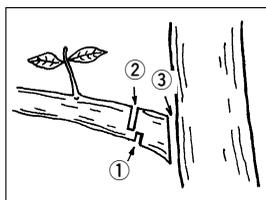

図 13
- 最後に、残りの部分をつけ根から切り落としてください。(図 13)